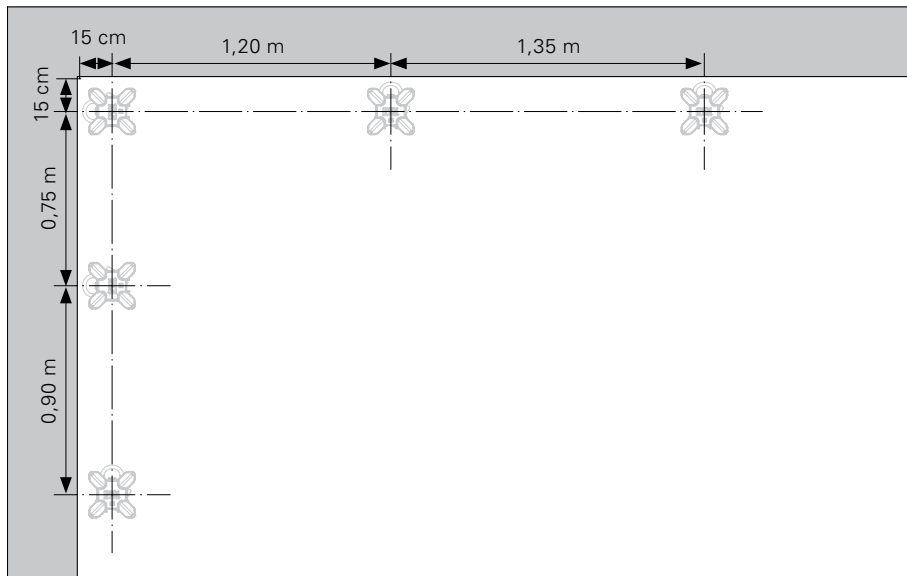

Fig. D2.12
2. Disporre i puntelli con testa d'appoggio DFH sotto al lato lungo dei pannelli, v. Schema puntelli. (Fig. D2.12)